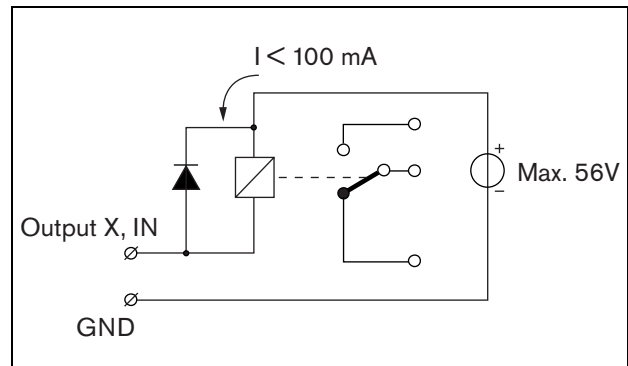

Abbildung 21.11: Relais mit externer Stromversorgung
- Relais mit externer Stromversorgung. Siehe Abbildung 21.11 für ein Anschlussschaltbild.